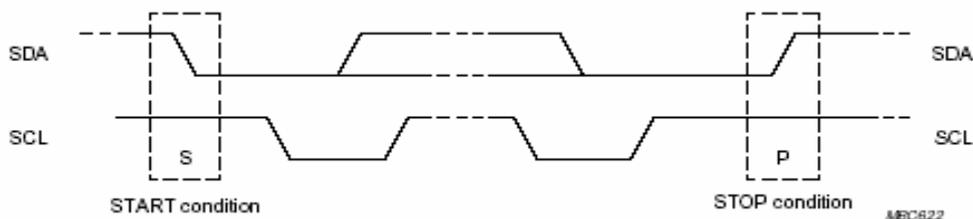

图 2
- 1) BL55076 与单片机通过 I2C 接口进行通信，根据 I2C 协议规范，数据传输以“S”位为起始条件，以“P”位为结束条件，见图 2。